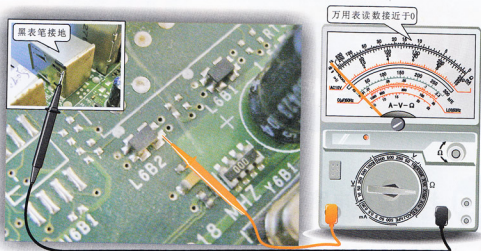

图 11-20 检测更换后电感电阻值
(4) 用烙铁和焊锡丝将电感两端的焊锡加饱满。用万用表检测新换电感的阻值, 接近于零, 正常, 如图 11-20 所示。